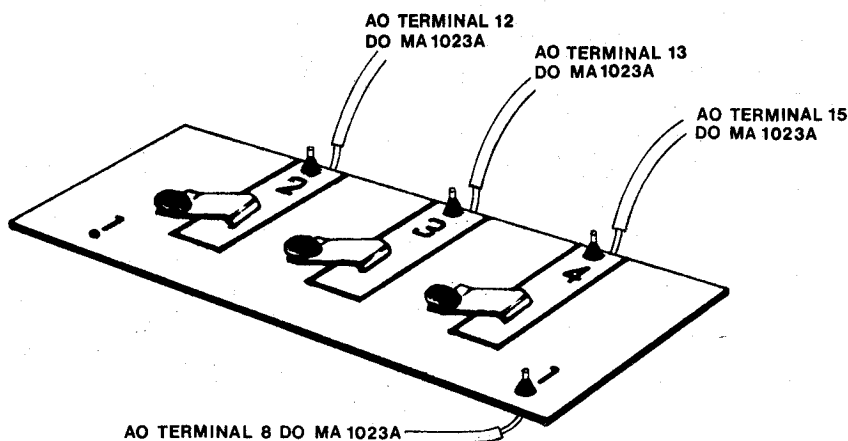

FIGURA 10
6. Observe a figura 10 e siga as instruções: